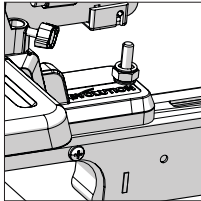

Fig. 10
- Fäst maskinen till sågmonteringsbyglarna med lämpliga bultar, packningar och låsmuttrar osv. Låshandtagen måste vara placerade på geringssågens framsida. (**Fig. 10**)